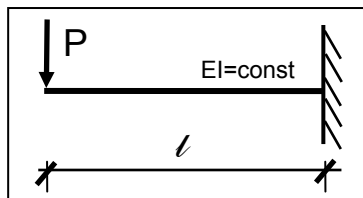

Fig. 5
06) Deplasările capatului liber “A” al consolei din Fig. 5 sunt următoarele: